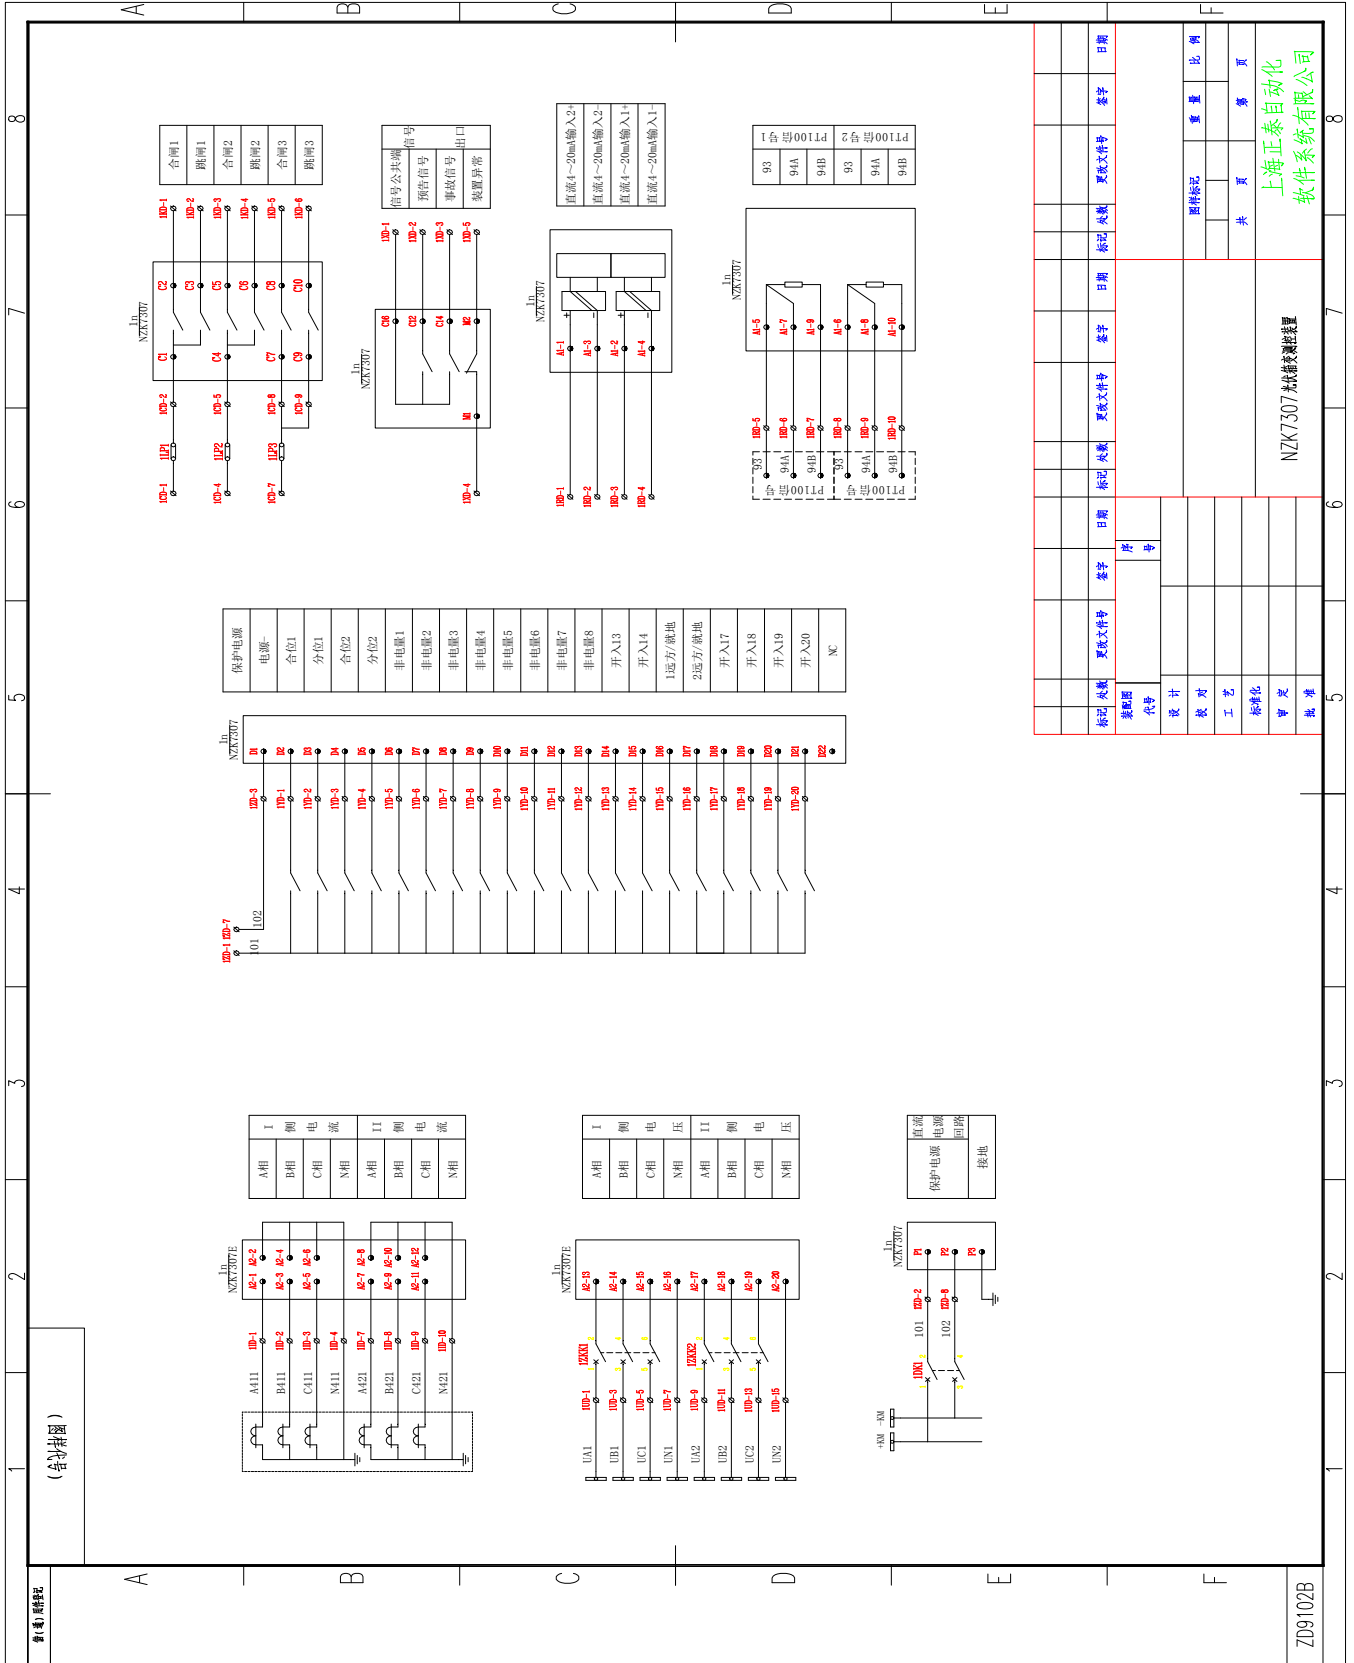

图 7 NZK7307 装置原理接线
a) NZK7307 装置接线原理图见图 7。
a) 本装置设零序过压保护，可以单独投退，可设置告警或跳闸，保护逻辑框图，如图 7 所示：